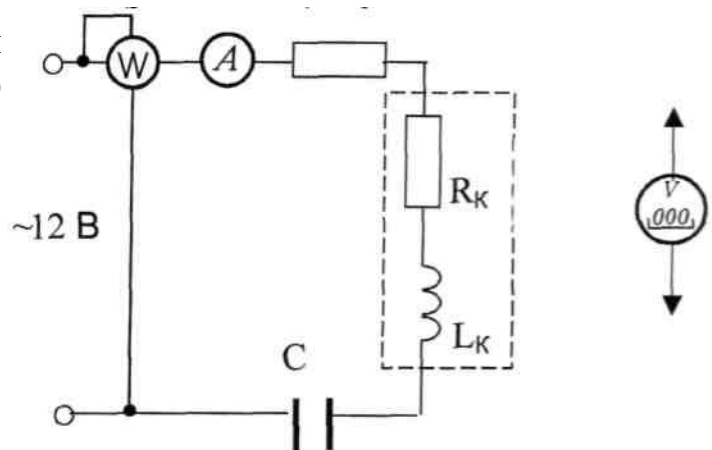

Рис. 1.4.4.
3.2. Собрать электрическую цепь (рис. 1.4.4), установив заданные преподавателем значения сопротивлений резистора и емкости конденсатора. Подключить собранную цепь к источнику питания  $\sim 12\text{ В}$  (модуль питания).